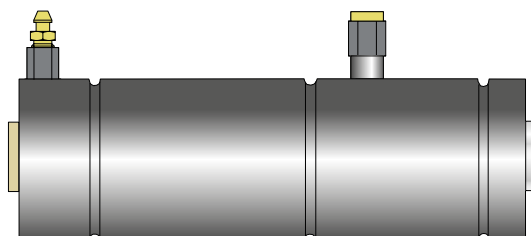

Figura 13: Cilindro operatore seguitor
8.4 Il cilindro seguitor (figura 13)